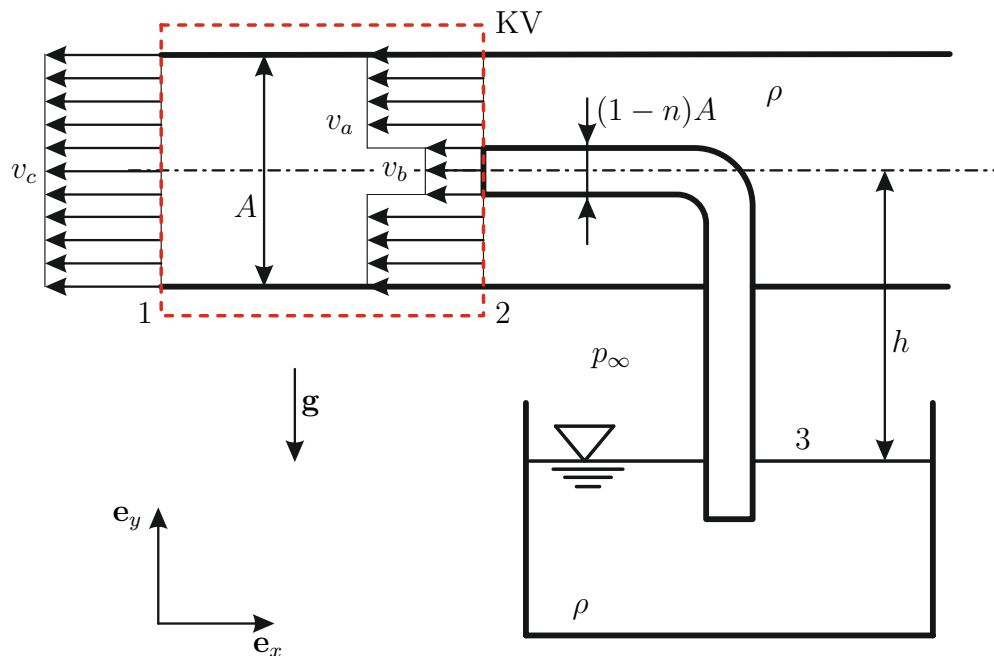

Abbildung 3: Wasserstrahlpumpe.
3. In diesem Beispiel wird eine Wasserstrahlpumpe betrachtet, welche aus 2 Rohren sowie einem Behälter besteht, siehe Abbildung 3. Im Rohr mit dem Querschnitt A befindet sich ein zweites Rohr mit dem Querschnitt $(1 - n)A$, das in einen großen Behälter eingetaucht ist. Durch das größere Rohr fließt Flüssigkeit mit der Dichte ρ und der Geschwindigkeit v_a am Querschnitt 2. Dieser Strom führt dazu, dass Flüssigkeit mit der selben Dichte ρ jedoch mit unterschiedlicher Geschwindigkeit v_b über das innere Rohr aus dem Behälter angesaugt wird. Die Größe h definiert den Abstand zwischen der Oberfläche des Fluids im Behälter sowie der Symmetrieachse des großen Rohres und ist konstant. Bis zum Rohrende (Querschnitt 1) hat sich wieder ein homogenes Geschwindigkeitsprofil ausgebildet. Der Umgebungsdruck ist mit p_∞ gegeben und das Schwerfeld wird durch die Größe g repräsentiert. Das Problem kann als zweidimensional, stationär, reibungsfrei und inkompressibel angesehen werden und die Haltekraft am Rohr ist nicht zu berücksichtigen. 8 P.